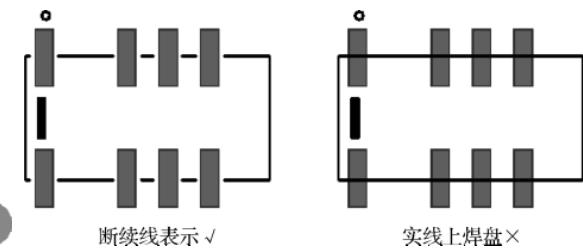

图 6-38 丝印为断续线的表示方法
(3) 管脚在元件体的边缘上时，轮廓丝印应比元件体大 0.1~0.5mm，丝印为断续线，丝印与焊盘之间保持 6mil 以上的间隙；丝印不要上焊盘，以免引起焊接不良，如图 6-38 所示。